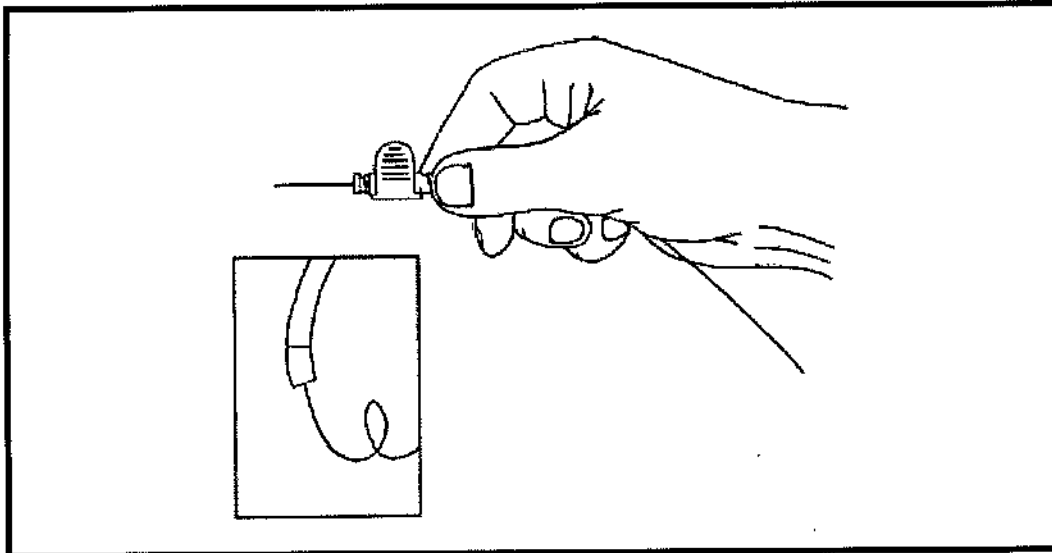

Figura 3.
Paso 2. Con el dispositivo de torsión wireClip™, gire la guía media vuelta en el sentido de las agujas del reloj (consulte la figura 3).